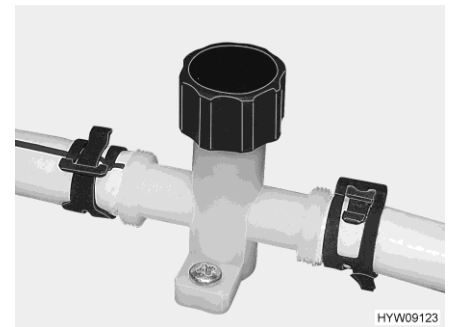

Fig. 126 Rubinetto di scarico (tubatura dell'acqua)
- Chiudere i rubinetti di scarico (Fig. 126). A tal fine, ruotare il coperchio in senso orario. L'ubicazione delle valvole di sicurezza/di scarico e dei rubinetti di scarico è riportata al paragrafo 10.7, alla fine di questo capitolo.